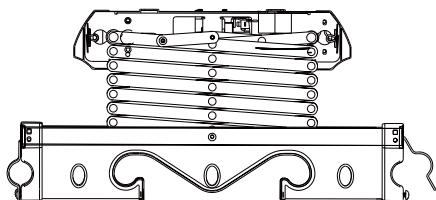
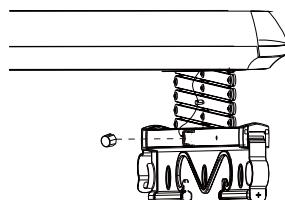

图3
图4
7、安装剪刀架：先将剪刀架一端安装在主机安装板上，用剪刀架螺丝锁紧（如图3所示），再将钢丝绳的圆锌头套进钢丝绳挂口的卡孔内（如图4所示）。将随机附带的钢丝绳挂口盖对准钢丝绳挂口扣住。